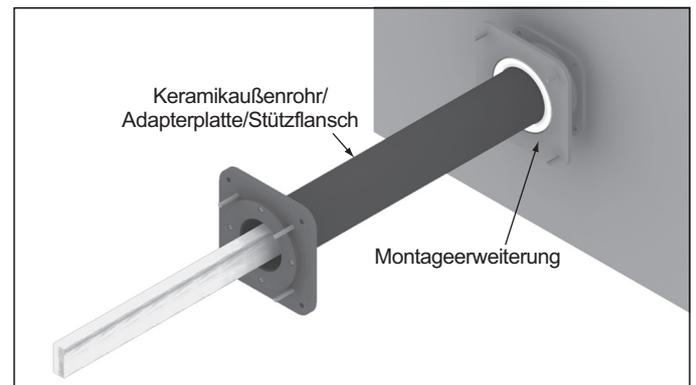

Abbildung 3.12
4. Schieben Sie die Baugruppe Keramikaußenrohr/ Adapterplatte/Stützflansch durch die Montageerweiterung (Position 10) in den Ofen. Bei diesem Arbeitsschritt muss mit besonderer Vorsicht vorgegangen werden, um eine Beschädigung des zerbrechlichen Keramikrohrs zu vermeiden. Es kann hilfreich sein, die Baugruppe mit einem Kran oder anderen Hebezeug anzuheben; dazu können entsprechende Gurte an der Adapterplatte befestigt werden. Oft ist ein Ausleger erforderlich, um das Rohr beim Einführen in den Ofen horizontal zu halten. Ist dies der Fall, empfiehlt Eclipse die Verwendung eines langen Holzstücks (siehe Abbildung 3.12.).